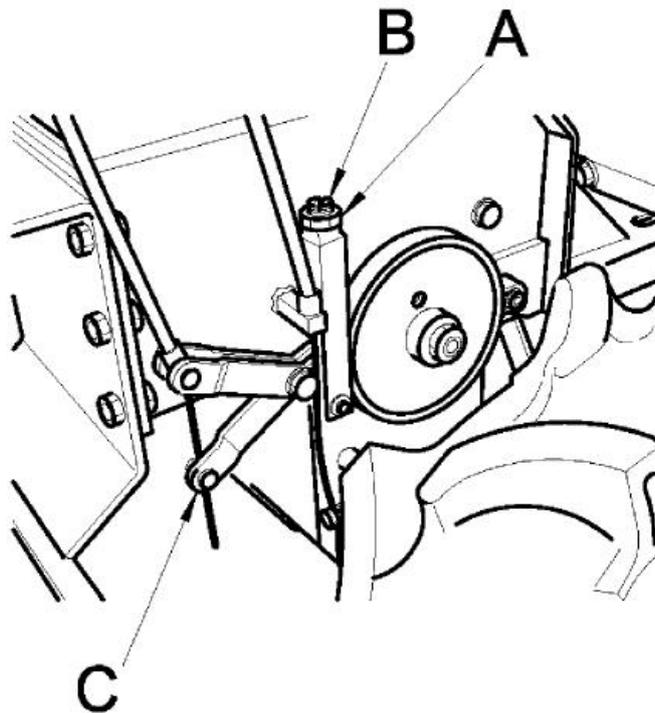

Figure 8
- sur la borne de raccordement du câble de freinage (Fig.8 Pos. C).
- Desserrer l'écrou M12 (Fig. 8 Pos.A)
- Visser le grain M12 (Fig. 8 Pos. B) jusqu'à obtenir l'arrêt immédiat de la machine en réponse au relâchement du levier d'avancée(Fig. 1, Pos. A).